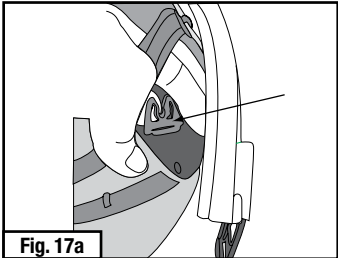
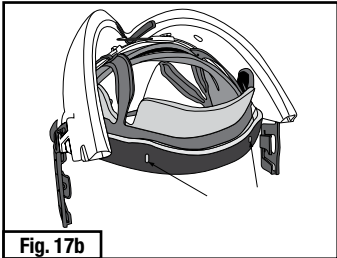

Fig. 17a
Fig. 17b
2. Fixe a Tira de Suor de Redução de Tamanho S-954, de acordo com a Fig. 17a-d. As duas fendas longas na tira de suor de conforto prendem-se aos ganchos superiores grandes, assinalados por uma seta na Fig. 17a. Use os ganchos menores na suspensão (carneira) para fixar totalmente a tira de suor de conforto, conforme mostrado (Fig. 17b-17d).